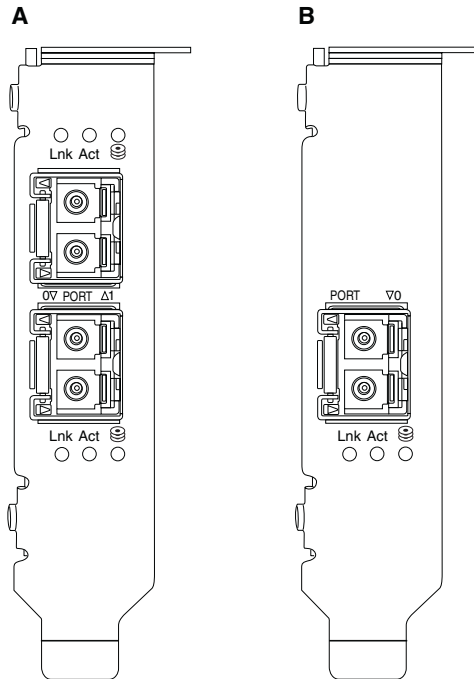

FIGURA 19 Localizações dos LEDs nos CNA 1020 (A) e 1010 (B) da Brocade
A Figura 19 mostra os locais dos indicadores de LED em adaptadores de malha verticais 1860 de duas portas (A) e de uma porta (B) da Brocade. Os indicadores por LEDs de cada porta são visíveis através dos suportes de montagem.
A Figura 19 mostra as localizações dos indicadores por LEDs em um CNA vertical 1020 (A) e 1010 (B) da Brocade. Os indicadores por LEDs de cada porta são visíveis através dos suportes de montagem.